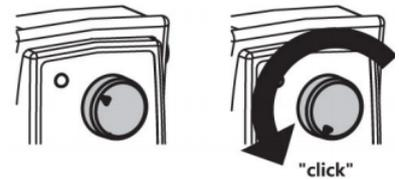

Fig.2
- 1) Cuando el micromotor no vaya a ser usada durante las siguientes 3 horas, asegúrese de apagar la unidad (Fig. 2)